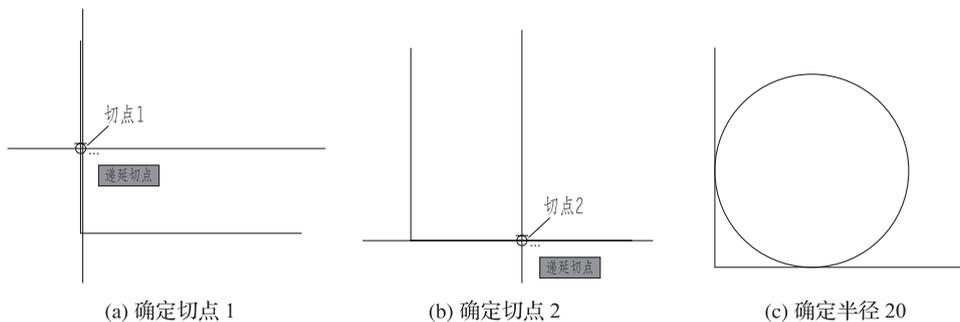

图 2-29 使用“相切、相切、半径”的方式绘制圆的步骤
(3) 使用“相切、相切、半径”的方式绘制半径为 20 的圆。具体操作步骤 (见图 2-29) 如下: